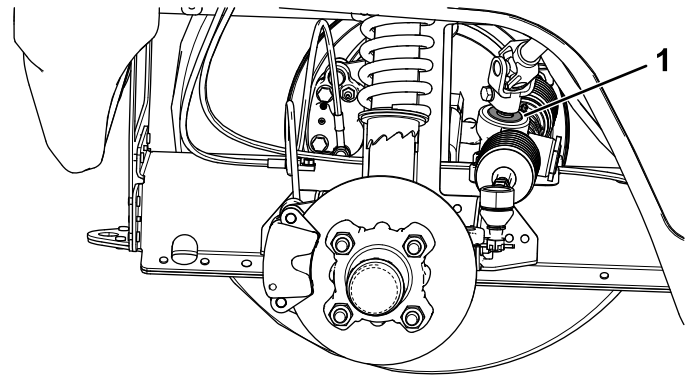

Figura 39
**Importante:** Inspeccione la condición y la integridad del retén del eje del piñón (Figura 39).